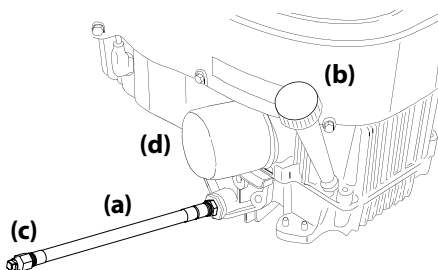

Figura 4-1
2. Ubique la manguera de drenaje de aceite (a) en el lado derecho del motor. Consulte la Figura 4-1.
4. Mientras sostiene el extremo libre de la manguera de drenaje de aceite (a) sobre el recipiente de recolección de aceite, desatornille el tapón de cabeza cuadrada del extremo de la manguera. Consulte la Figura 4-1. Drene el aceite del motor dentro del recipiente.
7. .Figura 4-1. Drain the engine oil into the collection container.